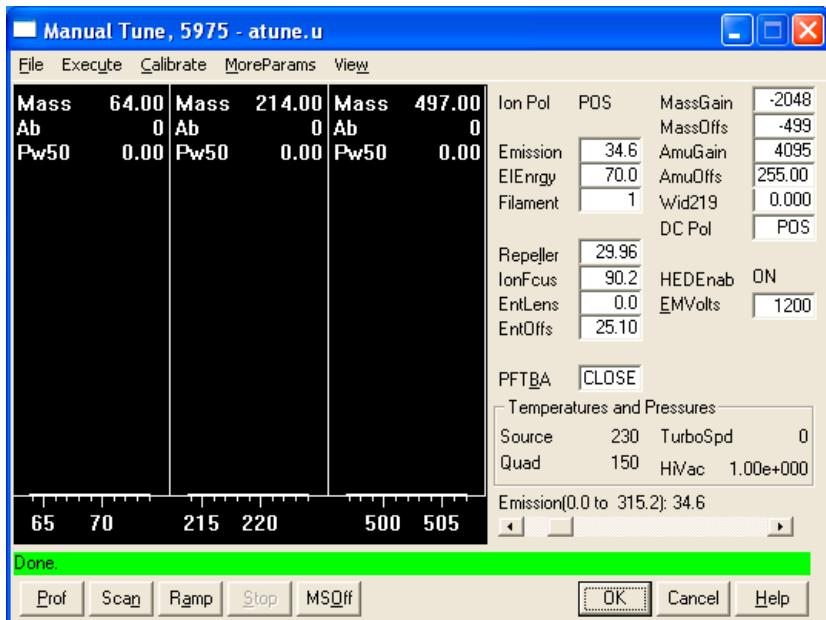

图 13 调谐参数
- 1 在“仪器控制”视图中，从“仪器”菜单中选择编辑调谐参数（图 13）。